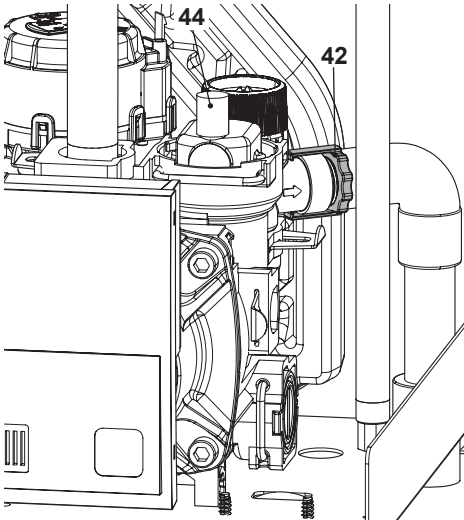

Figura 9.11
- Svitare in senso antiorario il raccordo 42 della valvola di sicurezza che funge anche da scarico in Figura 9.11.
- Per facilitare lo svuotamento, svitare il tappo 44 della valvola di sfianto automatica in Figura 9.11.